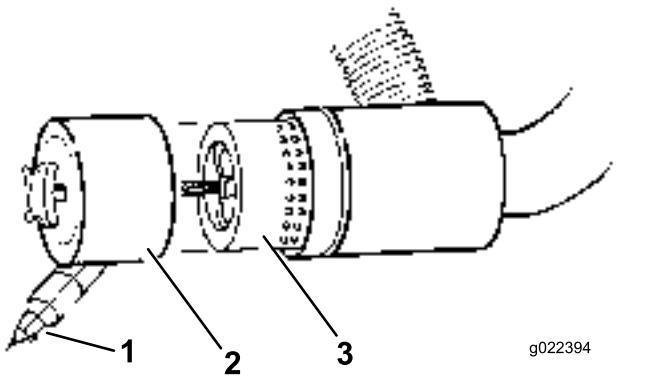

Figure 58
4. Déposez et remplacez le filtre (Figure 58). Il est déconseillé de nettoyer les éléments usagés car cela risque d'endommager le matériau du filtre.